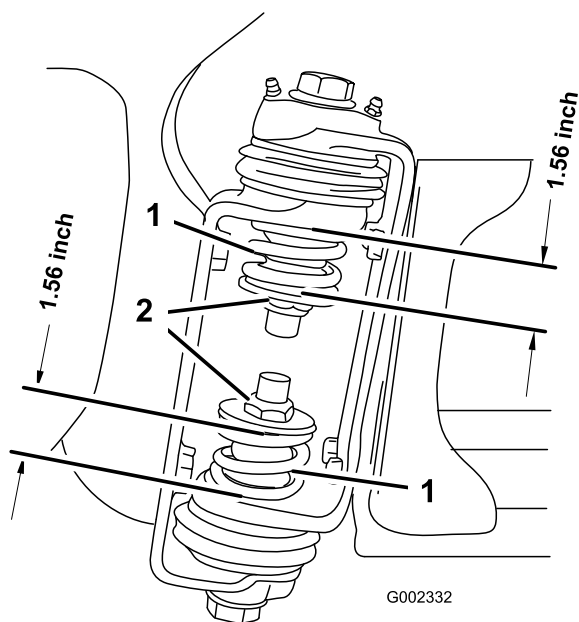

図 8
- ブームが開いた状態で、ブーム蝶番の部分で上部スプリングと下部スプリングの圧縮状態の長さを測定する (図 8)。